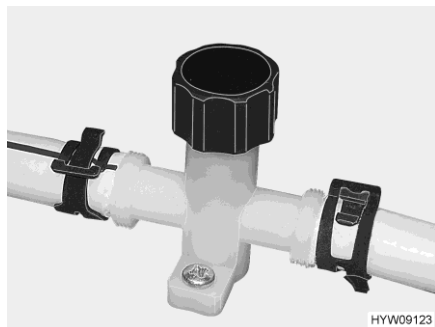
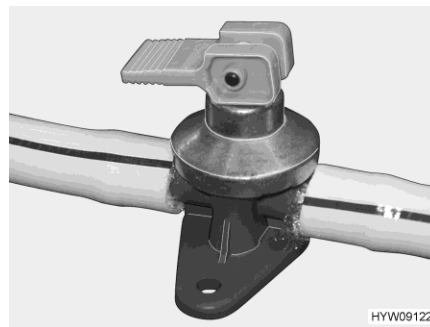

Bild 161 Avtappningskran (vattenledning)
Bild 162 Avtappningskran (varmvattenberedare Alde)
- Stäng avtappningskranarna. Vrid då locket (Bild 161) medurs och ställ vipparmen (Bild 162) vågrätt.
- Öppna avtappningskranarna. Vrid då locket (Bild 161) moturs och ställ vipparmen (Bild 162) lodrätt.